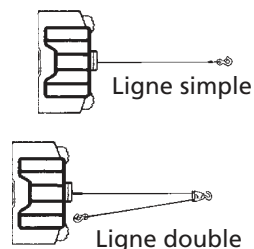

Figure 2
1. La charge nominale maximale concerne la couche du câble métallique située le plus près du tambour. NE SURCHARGEZ PAS. NE TENTEZ PAS DE TIRER UNE CHARGE LOURDE PENDANT UNE DURÉE PROLONGÉE. Toute surcharge pourrait endommager le treuil et/ou le câble métallique et engendrer des conditions d'utilisation dangereuses. POUR LES CHARGES DÉPASSANT DE ½ LA CAPACITÉ NOMINALE, NOUS RECOMMANDONS D'UTILISER LA MOUFFLE EN OPTION AFIN DE DOUBLER LE CÂBLE MÉTALLIQUE (Figure 2). Cela réduit la charge sur le treuil et la tension sur le câble métallique d'environ 50 %. Fixez le crochet sur la partie porteuse. **Le moteur du véhicule doit fonctionner pendant l'utilisation du treuil.**